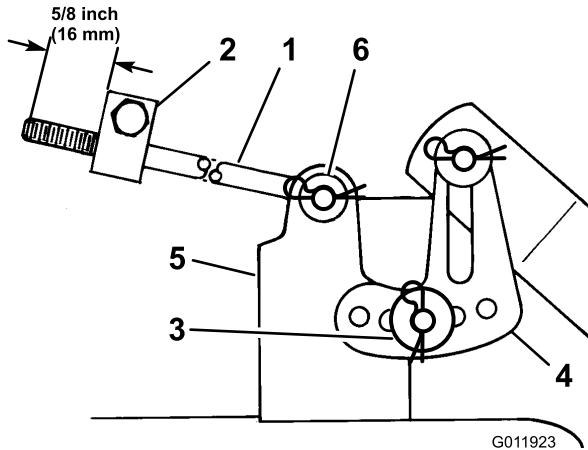

Figura 14
7. Misurate la lunghezza dell'asta che sporge dalla parte anteriore del blocco di regolazione, sui lati del telaio (Figura 14).
Nota: Se l'asta non è lunga 16 mm, togliete la coppia a forcina e la rondella dall'estremità dell'asta (Figura 14) e girate l'asta fino ad ottenere la lunghezza di 16 mm.